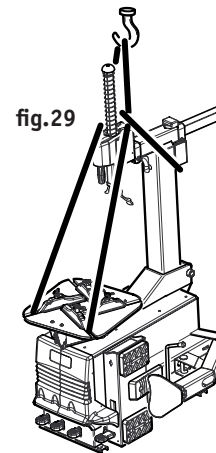

fig.29
- Togliere la protezione posteriore della leva di bloccaggio come fig.29.
- Remove the back protection of the locking lever as per fig.29.
- Oter la protection arrière du levier de blocage selon la fig.29.
- Quitar la protección trasera de la palanca de bloqueo según la fig.29.